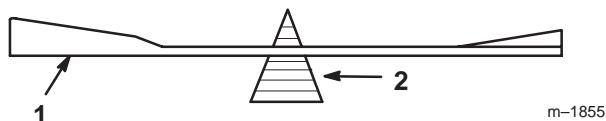

Figure 37
2. Vérifiez l'équilibre de la lame en la plaçant sur un équilibrEUR (Fig. 37). Si la lame reste horizontale, elle est équilibrée et peut être utilisée. Si la lame est déséquilibrée, limez un peu l'extrémité de la partie incurvée seulement (Fig. 38). Répétez la procédure jusqu'à ce que la lame soit équilibrée.